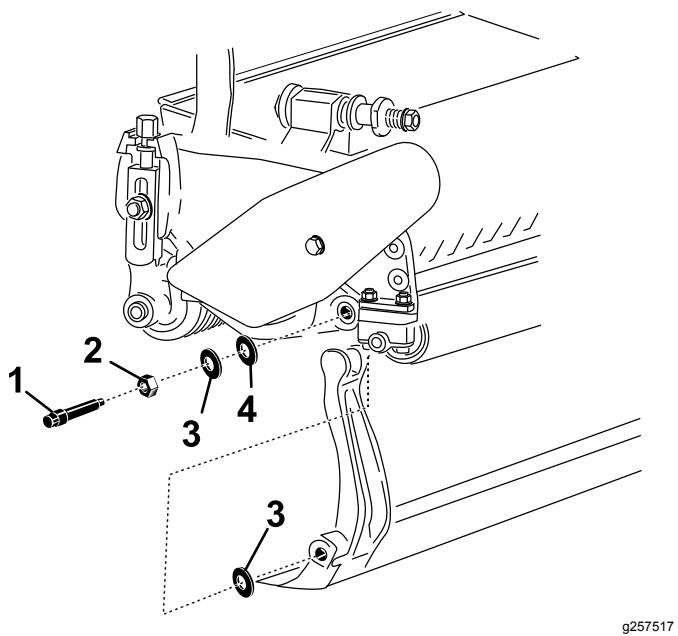

Figura 22
- Guarde las 2 arandelas de nylon y la arandela de acero troquelado de cada extremo de la barra de asiento (Figura 22).
3. Coloque una arandela de nylon en cada lado del saliente de la chapa lateral. Coloque una arandela de acero por fuera de cada arandela de nylon (Figura 22).